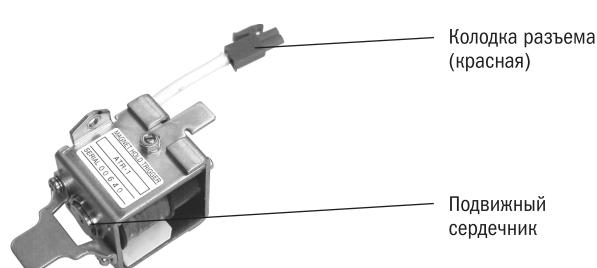

Рисунок 61. Общий вид KM07
- Рисунок 61 демонстрирует общий вид KM07. Чтобы сдвинуть сердечник, вставьте небольшой шток в центральное отверстие наискосок, удерживая шток, надавите на сердечник.